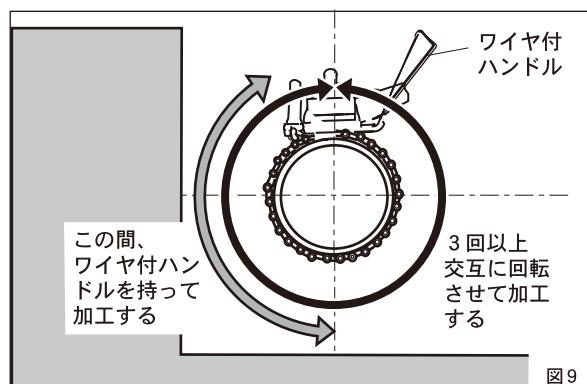

図9
溝切加工と溝寸法の確認（図9）
- ①スイッチを再度ONにして刃物を回転させ、ガイドリングに沿って溝切加工を行ってください。（図9）